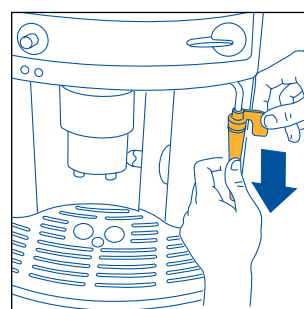

Fig.26
- Haal stoompijpje van de afgiftepijp, door deze naar beneden te trekken (fig. 26).